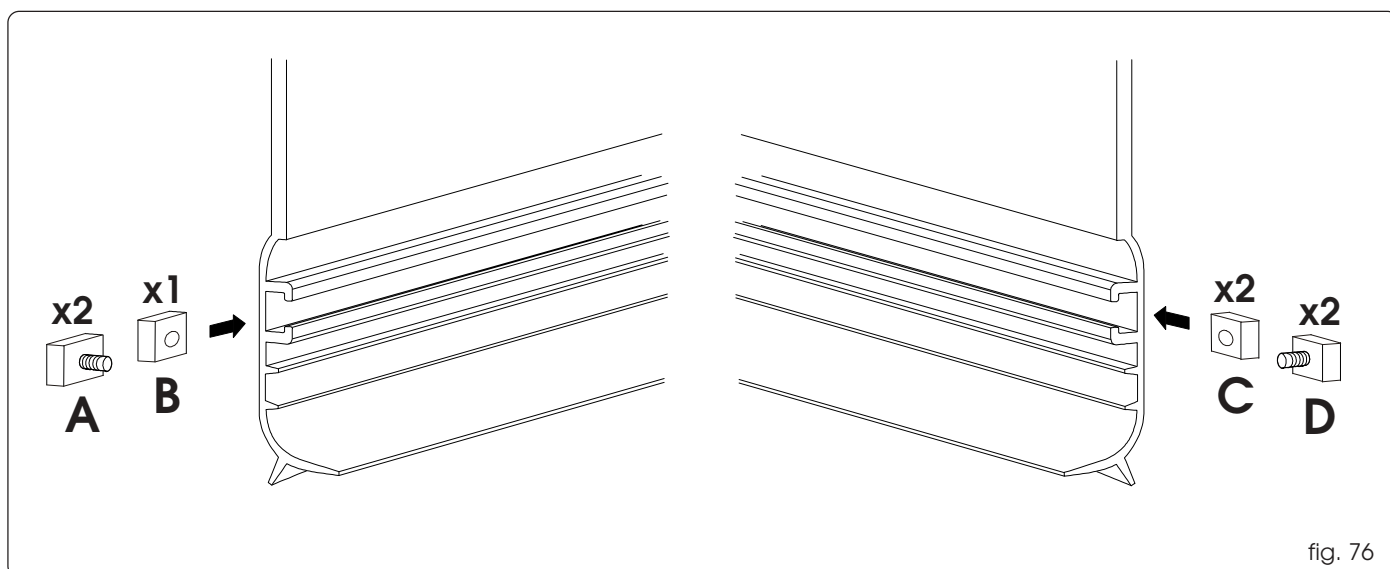
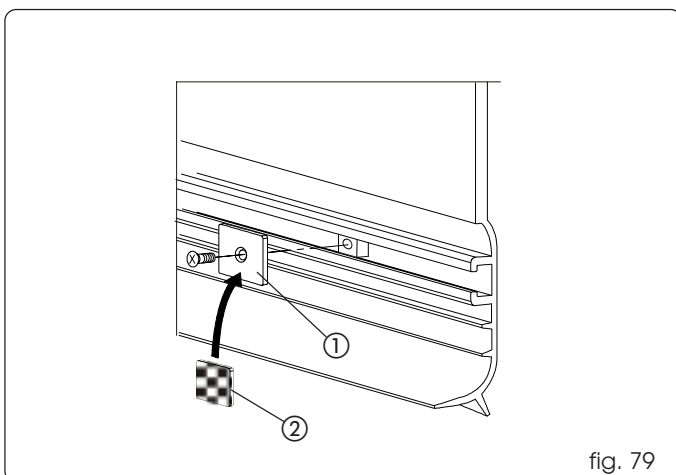
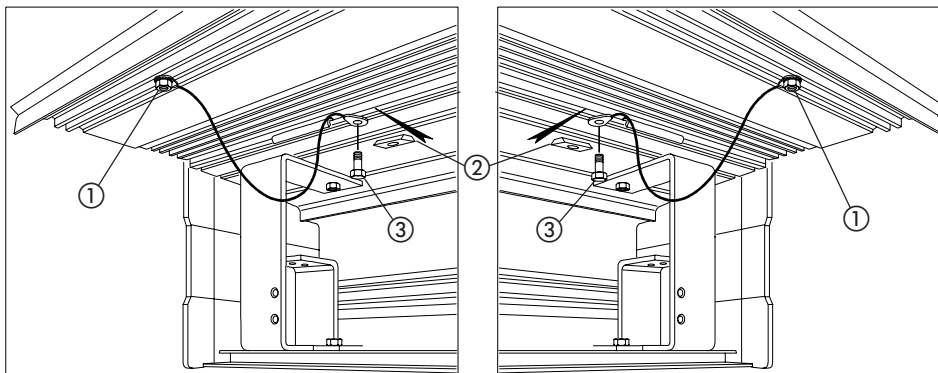
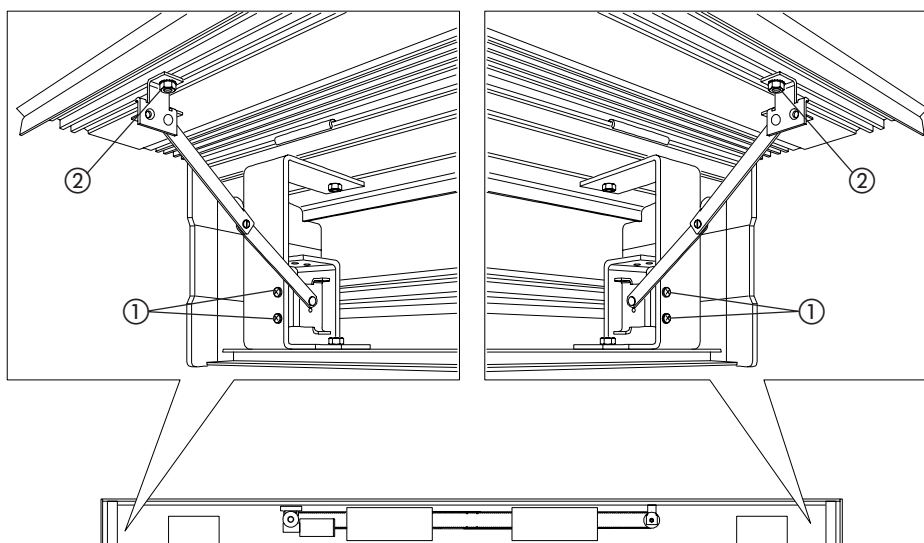

fig. 76
fig. 79
fig. 80
fig. 81
Bereid in de behuizing van de kap de vierkante plaatjes en de trekschroeven M5 voor; voor het aantal en de volgorde, zie fig. 76.
Fig. 76 ref. A: 1 st. voor de parachutetekabel en 1 st. voor de scharnierende hefboom ter ondersteuning van de kap.
Fig. 76 ref. B: 1 st. voor het bevestigingsplaatje van de kap.
Fig. 76 ref. C: 2 st. voor het bevestigingsplaatje van de kap.
Fig. 76 ref. D: 1 st. voor de parachutetekabel en 1 st. voor de scharnierende hefboom ter ondersteuning van de kap.
Plaats de metalen blokkeerplaatjes (fig. 79, ref. ①) op de kap, ter hoogte van de beugels, met behulp van de 3 plaatjes die eerder zijn voorbereid (fig. 76, ref. B en C) en de meegeleverde schroeven. Alleen als er standaard accessoires worden gebruikt voor bevestiging van de kap, moet het klittenband worden aangebracht op de metalen plaatjes (fig. 79, ref. ②).
Bevestig een oog van de parachutekabels aan de trekschroeven M5 die eerder zijn voorbereid (fig. 76, ref. A en D) op de sluitkap. Blokkeer de ogen met de meegeleverde moer (fig. 80, ref. ①).
Breng twee plaatjes aan in de behuizing van het steunprofiel (fig. 80, ref. ②) en blokkeer het tweede oog met de meegeleverde schroef (fig. 80, ref. ③).
Bevestig de twee steunhefboomen van de kap aan de buitenste draagbeugels van de kap, met behulp van de 4 meegeleverde schroeven (fig. 81, ref. ①). Plaats de twee steunhefboomen op de twee buitenste trekschroeven M5 die eerder voorbereid zijn (fig. 76, ref. A en D), en blokkeer hen met de meegeleverde moeren (fig. 81, ref. ②).